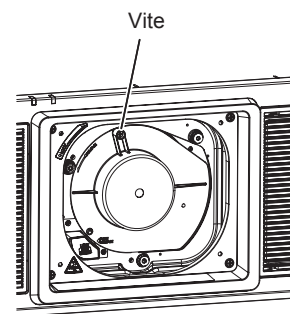

Fig. 3
**4) Fissare la copertura del foro dell'obiettivo. (Fig. 3)**